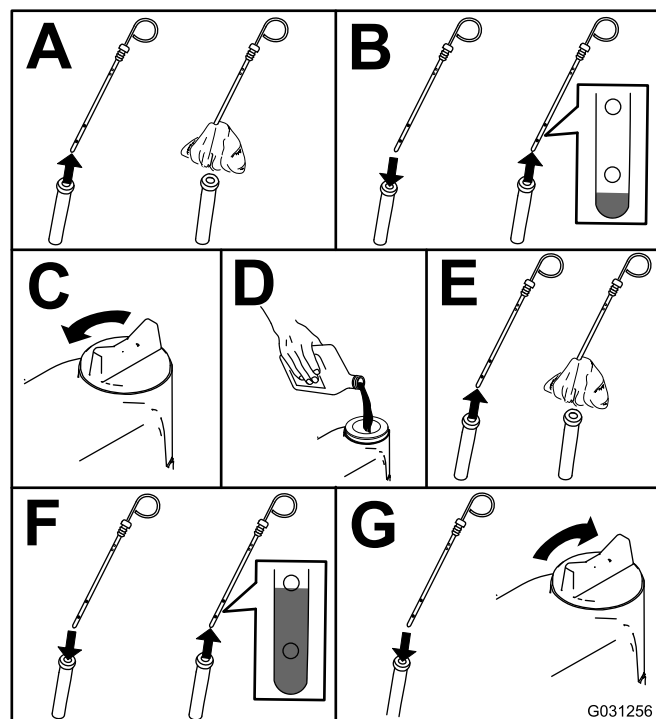

Figure 78
2. Contrôlez le niveau d'huile moteur (Figure 78).